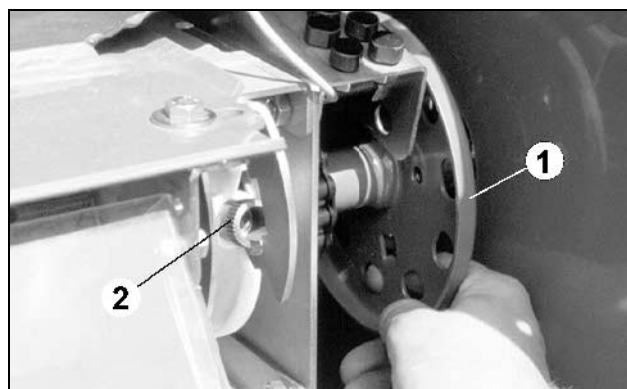

Fig. 61
- girar el volante de mano (Fig. 61/1) hasta que aparezcan los tornillos moleteados (Fig. 61/2)